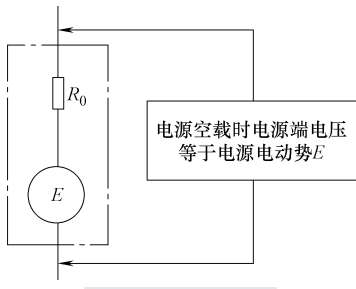

图 4-104 示意图
7) 当电源两端不接负载时，电源端电压在数值上等于电源电动势，如图 4-104 所示。